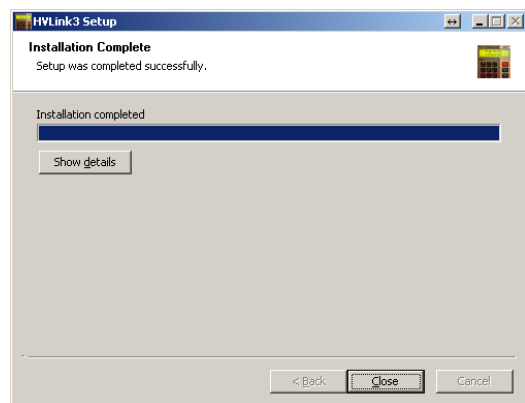

Рисунок 8.15
3) На экране появится окно (рисунок 8.15), для завершения установки программы щелкнуть по кнопке **Close**. На Рабочем столе ПК появится ярлык  для запуска программы чтения архива.